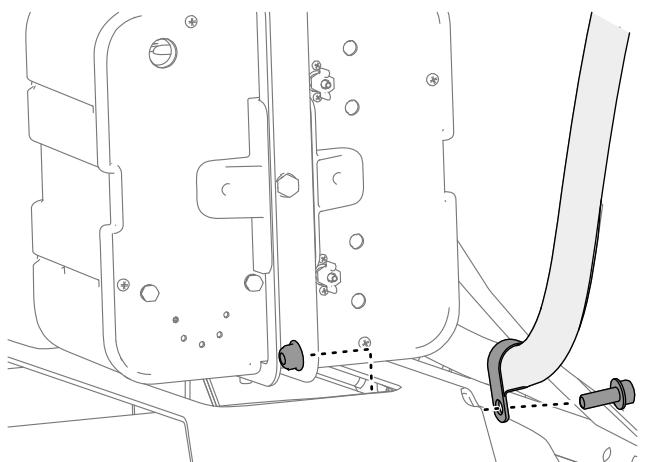

图 7
- 如果机器安装了冲洗套件请按照 图 7 所示用 R 形夹固定冲洗套件软管。